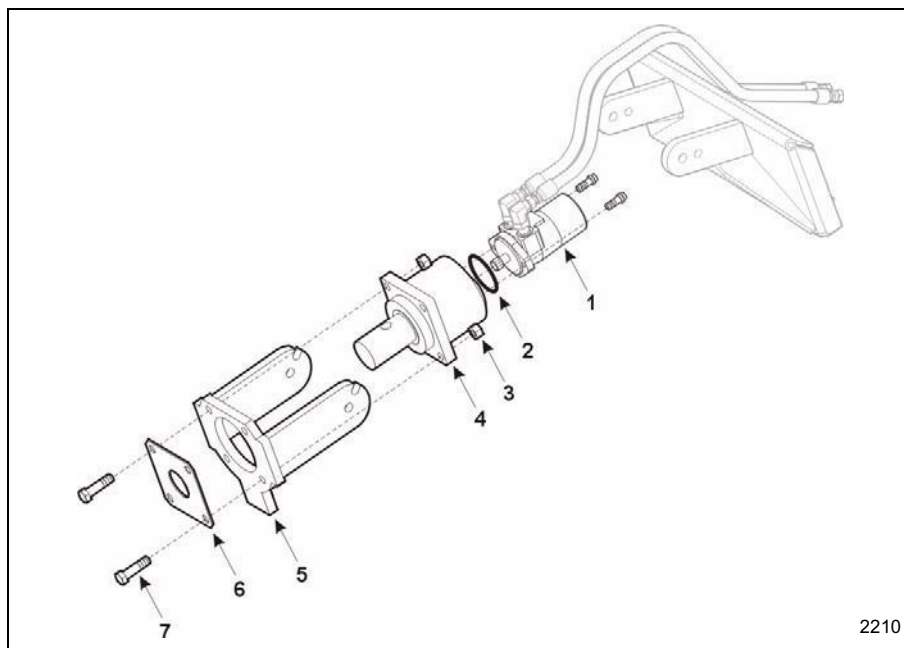

Figura 1-17 Inlocuirea Planetarei de antrenare
1. Separa motorul de antrenare (art. 1, **Figura 1-17**) si inelul de etansare (art. 2, **Figura 1-17**) fide la planetara de antrenare sfredel (art. 4, **Figura 1-17**). Vezi inlocuirea Motorului Hidraulic de Antrenare prezentat mai inainte in acest manual.
2. Desfa cele 4 bolturi (art. 7, **Figura 1-17**) si piulite (art. 3, **Figura 1-17**), eliberand capul de antrenare de la corpul sudat de montare a sfredelului (art. 5, **Figura 1-17**).
NOTA: Distantierul de la conductorul sfredelului va cadea liber (art. 6, **Figura 1-17**). Pastreaza distantierul pentru reasamblare.